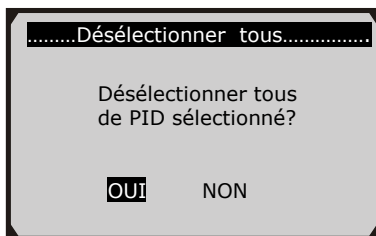

Figure 5.18
- Un message apparaît pour vous demander la confirmation. (Figure 5.18)